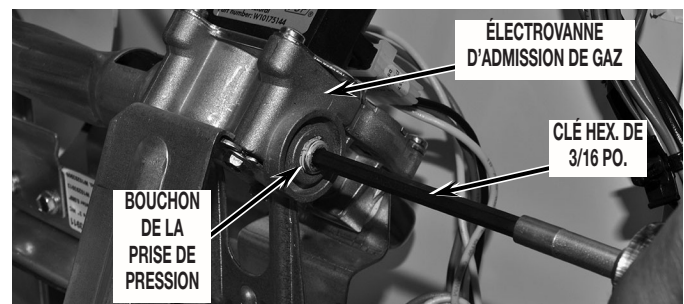

FIGURE 1
1. Sur le corps de l'électrovanne d'admission de gaz, ôter le bouchon de la prise de pression avec une clé hex. de 3/16 po. Voir la Figure 1.